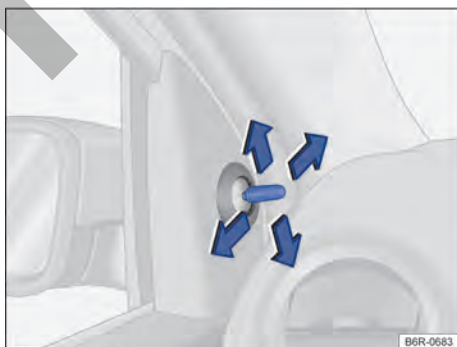

Fig. 78 En las puertas delanteras: mando de ajuste de los espejos retrovisores exteriores mecánicos. ▶
- Mover el botón de ajuste en el revestimiento de las puertas delanteras → fig. 78.